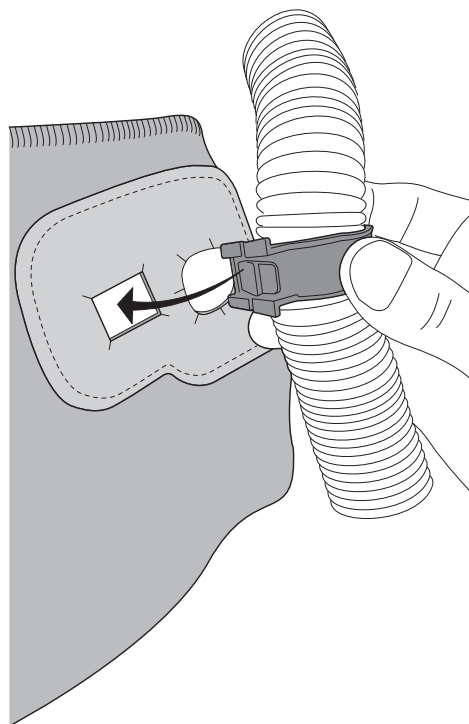

Fig. 18b
- b. En maintenant la bague de retenue du tuyau d'admission d'air, pousser celle-ci dans le trou rectangulaire situé à l'arrière de la cagoule (Fig. 18b).